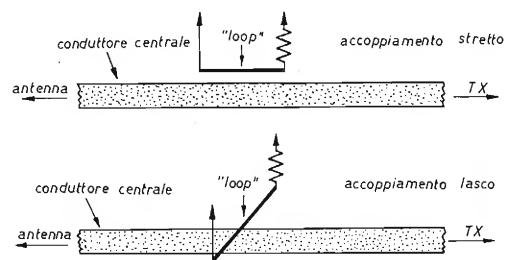

figura 8
- 3) l'inclinazione (a parità di distanza) del « loop » rispetto al conduttore centrale (a « loop » parallelo l'accoppiamento è massimo, a « loop » inclinato di  $90^\circ$  l'accoppiamento è minimo) (figura 8);
Per l'accoppiatore direzionale indicatore di onda riflessa l'accoppiamento viene regolato variando, a parità di distanza, l'inclinazione del « loop » rispetto al conduttore centrale. Il « loop » viene per così dire ruotato rispetto al conduttore centrale stesso (vedi anche la figura 8).